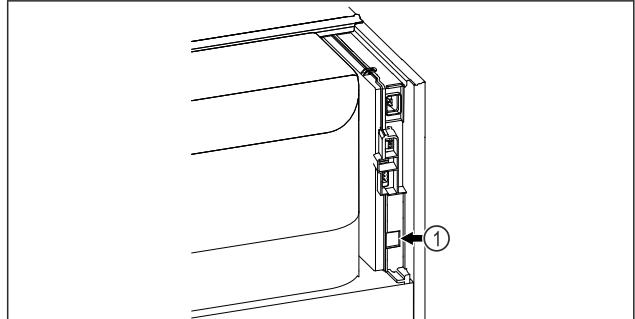

Fig. 99
- SmartModule Fig. 99 (1) установлен.